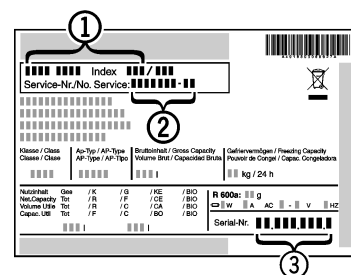

Fig. 16
- ▶ Denominación del aparato Fig. 16 (1), nº del servicio técnico Fig. 16 (2) y nº de serie Fig. 16 (3) en la placa de identificación. La placa de identificación se encuentra en la parte interior izquierda del aparato.
- ▶ Informe al servicio postventa e indique el fallo, la denominación del aparato Fig. 16 (1), el nº del servicio técnico Fig. 16 (2) y el nº de serie Fig. 16 (3).